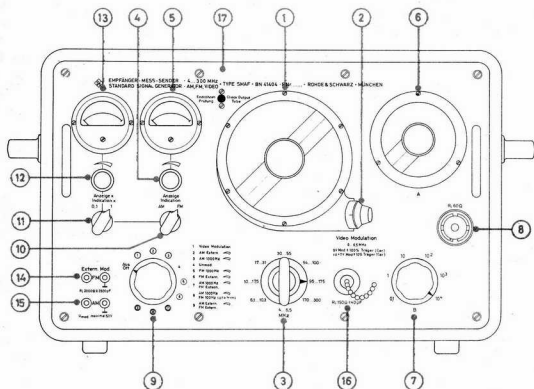

Bild 2. Anordnung der Bedienungsteile an der Frontplatte
Bild 2 zeigt den äußeren Aufbau des Gerätes. Es ist in einem Leichtmetall-Gußgehäuse eingebaut, das an beiden Stirnseiten mit je einem Traggriff und an der Unterseite mit vier Gummifüßen versehen ist. Zur Befestigung der drei Hochfrequenzkabel K6, K7 und K8 sind an der rechten Stirnseite entsprechende Klemmfedern angebracht. An der Rückseite befinden sich nur das Netzanschlusskabel K5 und die beiden Netzsicherungen S11 und S12. Alle Bedienungsknöpfe, Instrumente und Modulationseingänge sind an der Frontplatte angeordnet. (1) Frequenzskala mit Grobtriebknopf zur Einstellung des Doppeldrehkondensators C2I-C2II und des mit ihm gekuppelten Potentiometers R39. (2) Feintriebknopf der Frequenzskala. (3) Frequenzbereichumschalter S1I-S1III mit S1III...S1V. (4) Regler R65 zur Einstellung der im Oszillator erzeugten Hochfrequenzspannung. (5) Drehspulinstrument I1 mit Eichmarke 1,0. Auf diese Marke wird die Hochfrequenzspannung eingestellt; auf diese Einstellung bezieht sich die Skaleneichung des Teilers C46. (6) Kapazitiver Differentialteiler C46 mit Eichung von 0,5...5 μV . (= Faktor A). (7) Kapazitiver Spannungsteiler S2I-C38-C39 und ohmscher Spannungsteiler S2II-R30...R36 mit